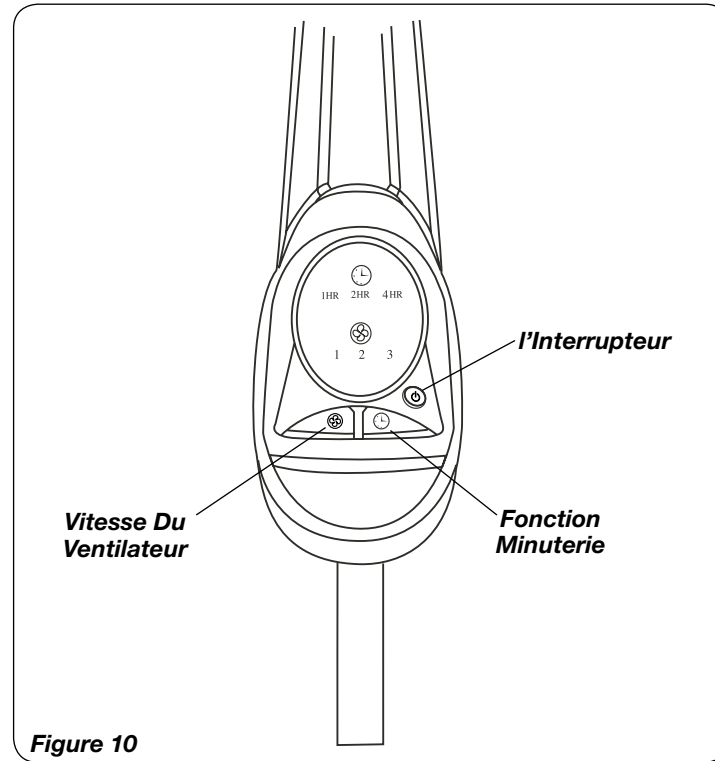
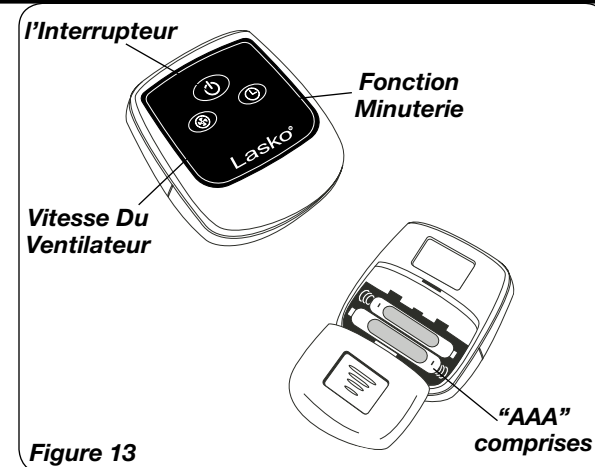

Figure 10
Figure 13
Ce Ventilateur peut être opéré par les contrôles manuels situés sur le dessus de l'unité (tel qu'illustré à la **Figure 10**) ou par la Télécommande (illustrée à la **Figure 13**).
1. Installer des piles (n'a pas fourni) selon la Figure 13. La pile est "AAA" de type.